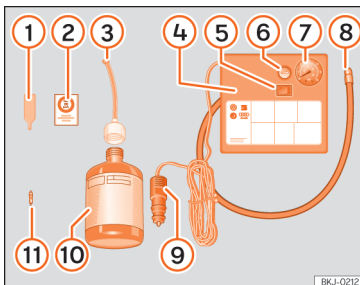

Abb. 228 Prinzipdarstellung: Bestandteile des Pannensets
Das Pannenset befindet sich im Gepäckraum unter dem Bodenbelag. Es besteht aus folgenden Bestandteilen >>> **[Abb. 228]**:
- Ventilkappe und Ventileinsatz vom Reifenventil abschrauben. Verwenden Sie den Ventileinsatzdreher >>> **[Abb. 228]** ① zum Heraus-schrauben des Ventileinsatzes. Legen Sie den Ventileinsatz auf einem sauberen Untergrund ab.
- Reifenfüllflasche kräftig schütteln >>> **[Abb. 228]** ⑩.
- Einfüllschlauch >>> **[Abb. 228]** ③ auf die Reifenfüllflasche schrauben. Die Folie am Verschluss wird automatisch durchstoßen.
- Verschlussstopfen vom Einfüllschlauch >>> **[Abb. 228]** ③ entfernen und das offene Schlauchende auf das Reifenventil schrauben.
- Ventileinsatz mit dem Ventileinsatzdreher >>> **[Abb. 228]** ① wieder in das Reifenventil schrauben.
- Reifenfüllschlauch >>> **[Abb. 228]** ⑧ des Luftkompressors fest auf das Reifenventil schrauben.
- Prüfen, ob die Luftablassschraube >>> **[Abb. 228]** ⑥ zuge dreht ist.
- Kabelstecker »» (Abb. 228) ⑨ in eine 12-Volt-Steckdose des Fahrzeugs stecken »» S. 226.
- Luftkompressor mit dem EIN-/AUS-Schalter »» (Abb. 228) ⑤ einschalten.
- Kleben Sie den Aufkleber »» (Abb. 228) ② im Sichtfeld des Fahrers auf das Kombi-Instrument.
Schließen Sie den Reifenfüllschlauch »» (Abb. 228) ⑧ wieder an und lesen Sie den Reifenfülldruck an der Reifenfülldruckanzeige ⑦ ab.